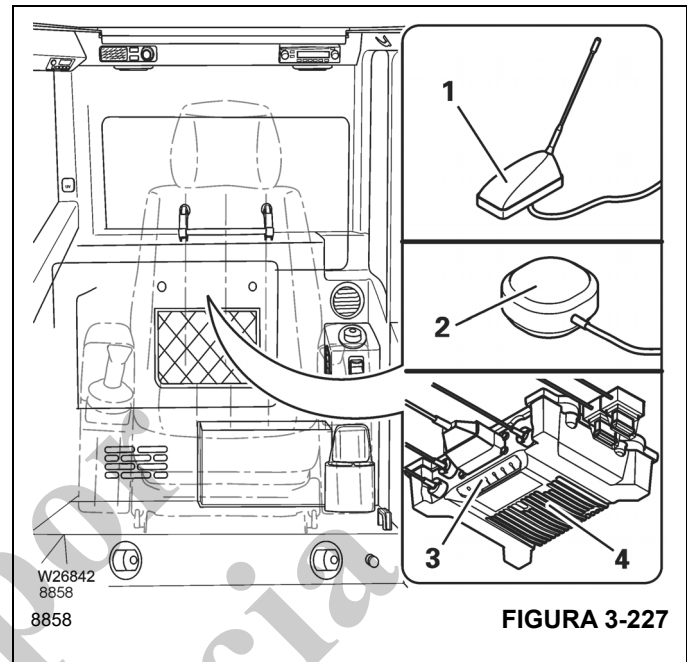

FIGURA 3-227
La antena satelital (1), (Figura 3-227), se encuentra en la parte trasera derecha o izquierda de la plataforma de giro.